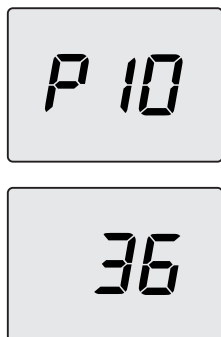

Figura 5.42
- Desplace los parámetros mediante los botones 13 o 14 hasta que aparezcan en el display LCD las letras **P10** que se alternan con el valor del parámetro, indicando que se ha entrado en el "parámetro 10" (Figura 5.42).
- Pulsando simultáneamente los botones 12 y 13 (Figura 5.40) se sale sin modificar el valor (se vuelve a la lista de parámetros Figura 5.42)